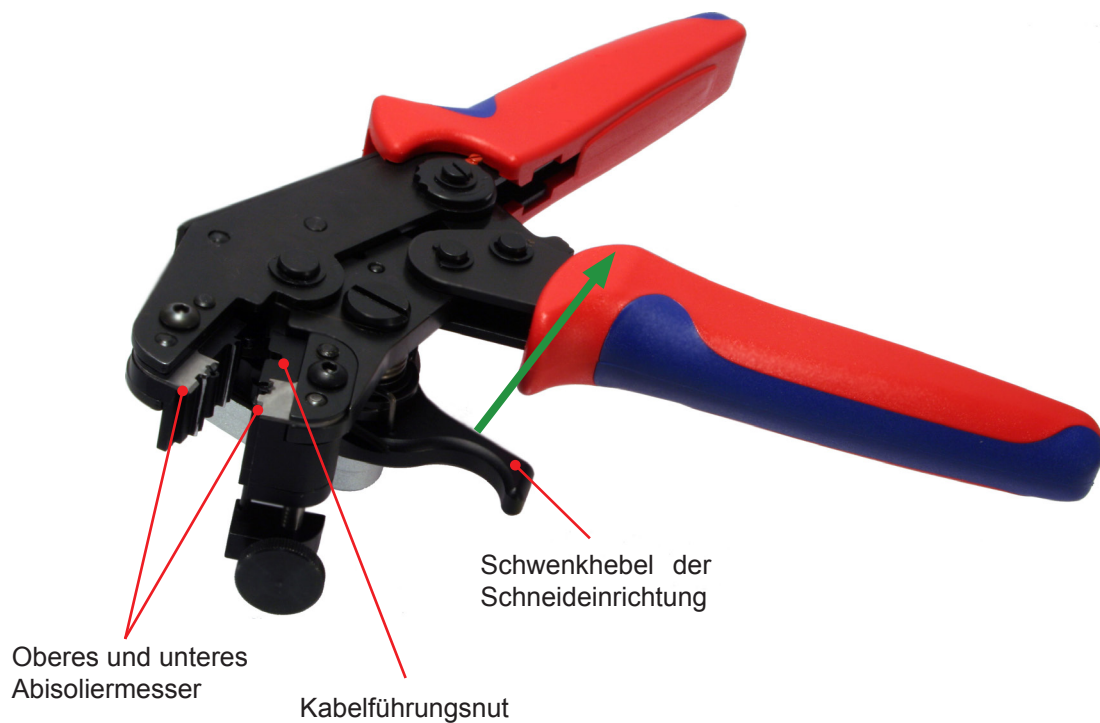

Bild 14 Funktionen
- Schwenkhebel in Pfeilrichtung ziehen, bis der Schnitt erfolgt ist (Schwenkhebel siehe Abb. 14)